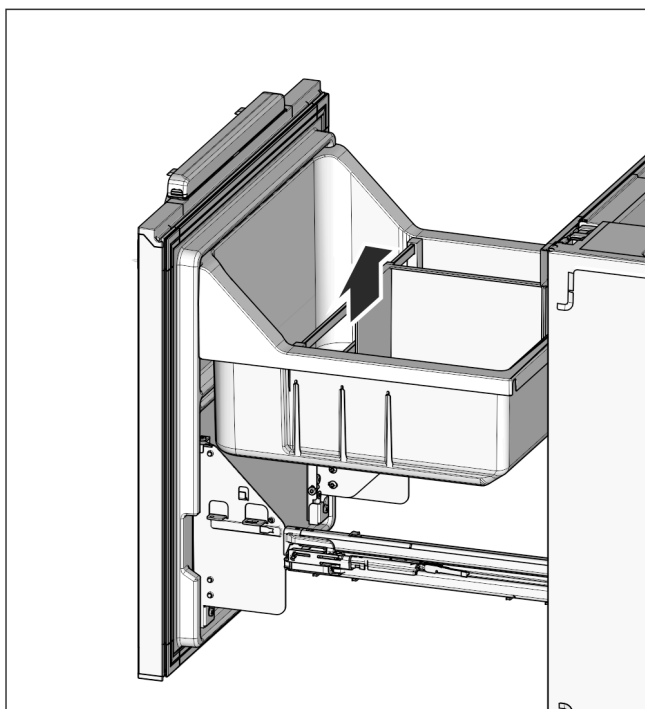

Fig. 25
- ▶ Helyezze vissza a palacktárolót Fig. 25 (32) és a kihúzható tálcát Fig. 25 (31).